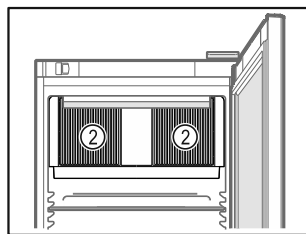

Fig. 61
- ❑ Mantenere libere le fessure di ventilazione Fig. 61 (2) della ventola di ricircolo nel vano interno.